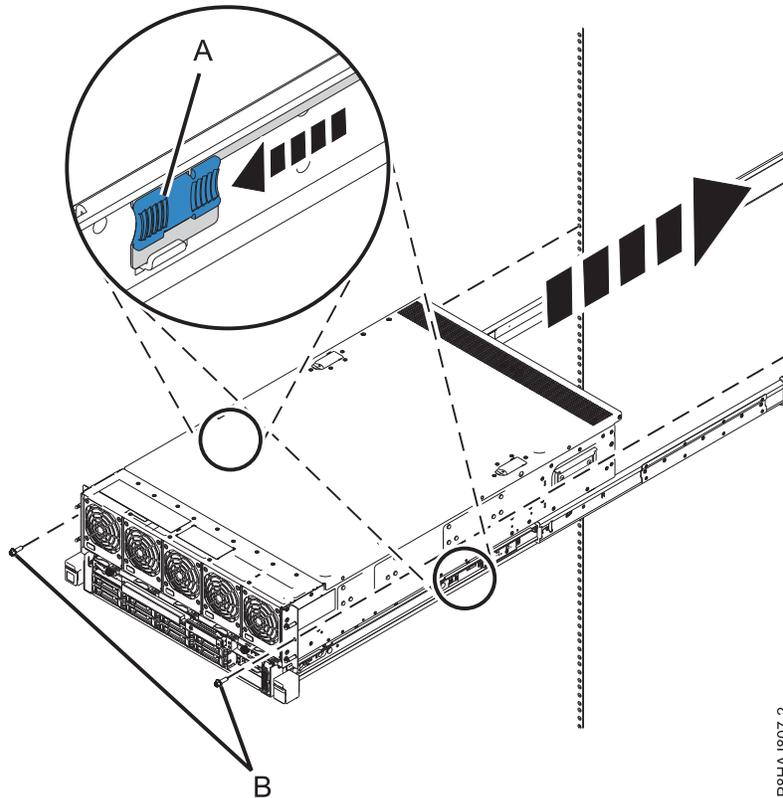

図 13. レールの中央にあるラッチを解放し、ラック内に完全に収まるようにシステムを押し入れる
7. 13 ページの図 13 に示すように、レールの中央にあるラッチを解放し、ラック内に完全に収まるようにシステムを押し入れます。